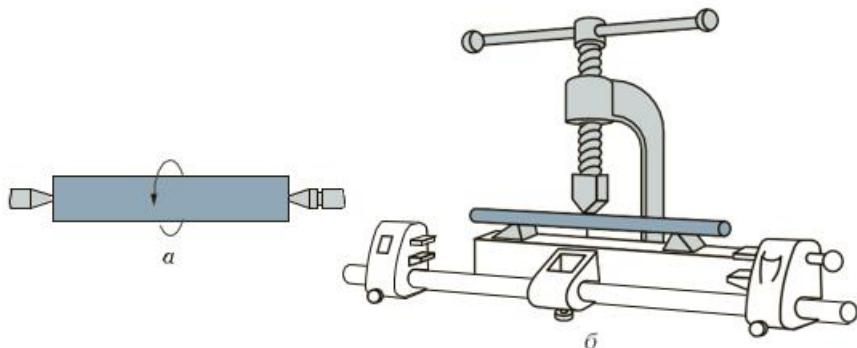

Рис. 2 – Правка в центрах (а) и на призмах (б) с применением ручного винтового пресса
Ручной винтовой пресс (рис. 2) обеспечивает правку круглого и профильного проката.
*Правка изгибом* применяется при выправлении круглого и профильного проката, имеющего достаточно большое поперечное сечение. Заготовку располагают на правильной плите выпуклостью вверх и, нанося по ней удары слесарным молотком, выправляют. По мере выправления силу удара ослабляют. Правка изгибом может быть реализована с использованием ручного винтового пресса (см. рис. 2).